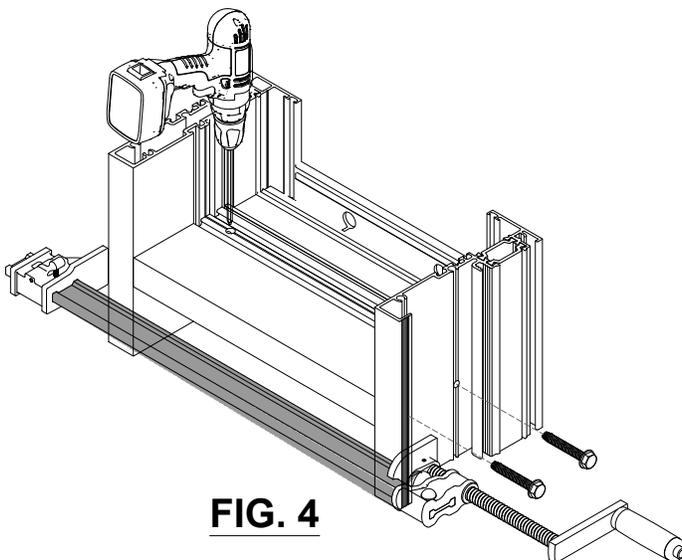

FIG. 4
- Pré-insérer le clip d'alignement extérieur dans le logement de la garniture. **Voir FIG 4.**